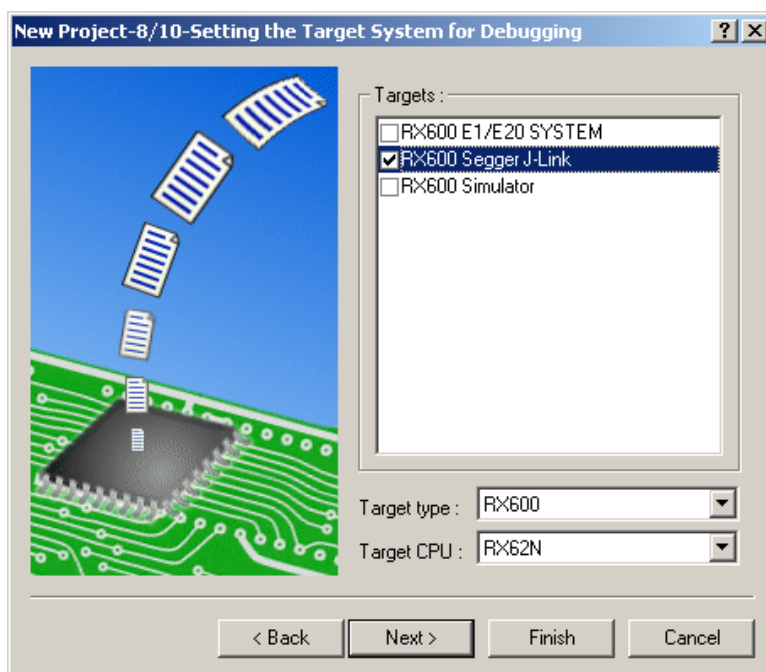

図 2.3 デバッガの選択
- ステップ 2.10 タイトルバーに "New Project-8/10..." と表示されるウィンドウ (図 2.3) が出るまで "Next" をクリックします。"RX600 Segger J-Link" の横にあるボックスをチェックして、"Finish" をクリックします。